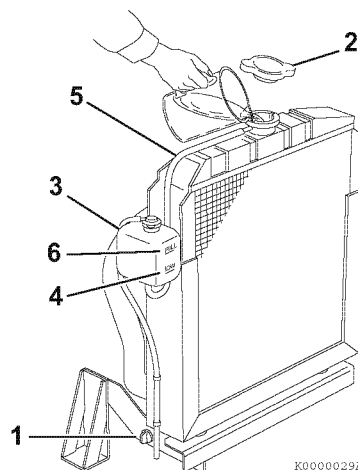
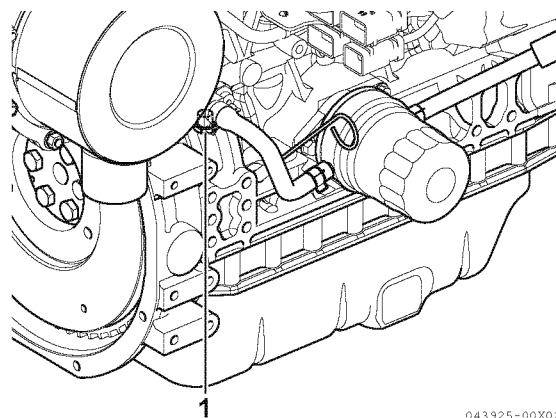

Abbildung 4
Abbildung 5
1. Sicherstellen, dass die Kühlerablassschraube eingesetzt und festgezogen oder der Ablasshahn (1, **Abbildung 4**) geschlossen ist. Außerdem sichergehen, dass die Kühlmittelschläuche (1, **Abbildung 5**) mit dem Ölkühler verbunden sind.
2. Den Kühlerdeckel (2, **Abbildung 4**) gegen den Uhrzeigersinn um etwa eine 1/3-Drehung lösen und ausbauen.
4. Den Kühlerdeckel (2, **Abbildung 4**) wieder einbauen. Die Laschen an der Unterseite des Deckels an den Aussparungen am Einfüllstutzen ausrichten. Den Deckel niederdrücken und eine 1/3-Drehung im Uhrzeigersinn drehen.
5. Den Deckel des Ausgleichsbehälters (3, **Abbildung 4**) ausbauen und den Behälter bis zur unteren Markierung LOW (KALT) (4, **Abbildung 4**) mit Motorkühlmittel füllen. Den Deckel wieder einbauen.
6. Den Schlauch (5, **Abbildung 4**) zwischen Ausgleichsbehälter (3, **Abbildung 4**) und Kühler prüfen. Auf sichere Verbindungen und auf Risse oder Schäden überprüfen. Bei schadhaftem Schlauch läuft das Kühlmittel aus anstatt zurück in den Ausgleichsbehälter.
7. Motor laufen lassen, bis Betriebstemperatur erreicht ist. Den Motorkühlmittelstand im Ausgleichsbehälter prüfen. Bei laufendem Motor und normaler Kühlmitteltemperatur soll das Kühlmittel im Ausgleichsbehälter nahe der Markierung FULL (HEISS) stehen (6, **Abbildung 4**). Sollte der Flüssigkeitsstand nicht bis zur Markierung FULL (HEISS) reichen, muss Kühlfüssigkeit nachgefüllt werden.
1. Kühlmittelfüllstand im Ausgleichsbehälter überprüfen. Bei kaltem Motor soll das Kühlmittel im Behälter an oder etwas über der Markierung LOW (KALT) (4, **Abbildung 4**) am Kühlmittelausgleichsbehälter stehen.
Wenn das Kühlmittel bei kaltem Motor an der Markierung FULL (HEISS) (6, **Abbildung 4**) steht, kann das Kühlmittel aus dem Überlaufschlauch spritzen, sowie es sich durch Wärme ausdehnt.